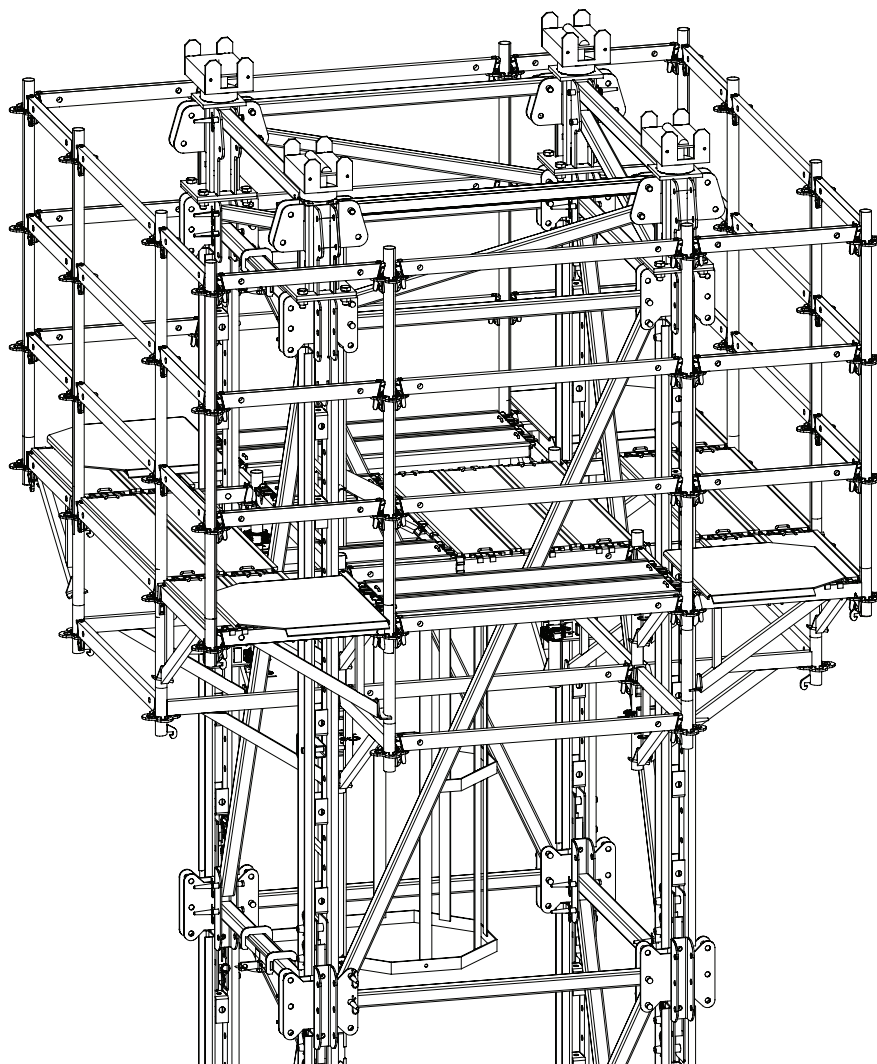

Fig. A1.38
1. Montare i lati della torre mancanti secondo le istruzioni di montaggio e di uso PERI UP valide. (Fig. A1.38)